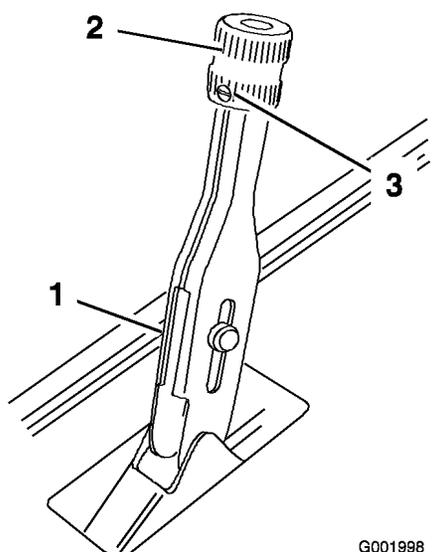

図 63
1. ブレーキ・レバーに調整ノブを固定している固定ネジをゆるめる (図 63)。